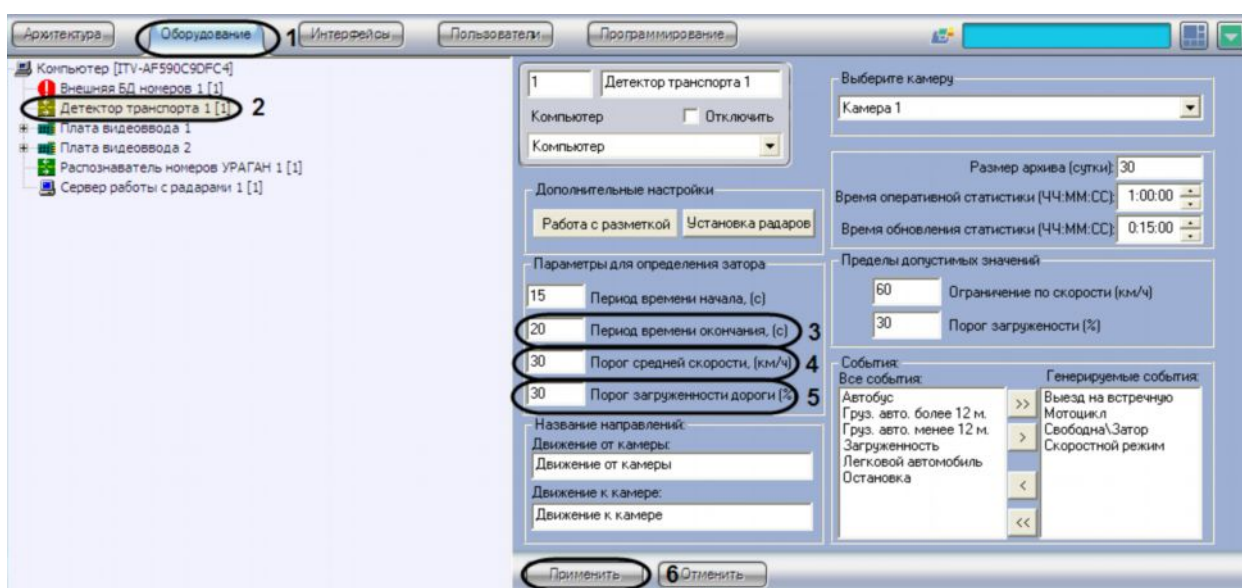

Рис. 7.5.11-1 Указание параметров окончания затора на дороге
1. В диалоговом окне «Настройка системы» перейти на вкладку «Оборудование» (см.Рис. 7.5.11-1, 1).
2. В дереве объектов на вкладке «Оборудование» выбрать объект «Детектор транспорта», соответствующий настраиваемому программному модулю «Детектор транспорта» (см. Рис. 7.5.11, 2). В правой части вкладки «Оборудование» отобразится панель настройки выбранного объекта.
3. Указать период времени, в течение которого должны выполняться условия окончания транспортного затора (см.Рис. 7.5.11-1, 3).
4. Указать среднюю скорость движения транспортного потока. В том случае, если значение средней скорости движения транспортных средств в течение заданного промежутка времени больше указанного в поле «Порог средней скорости, (км/ч)» (см. пункт 3), происходит окончание транспортного затора (см. Рис. 7.5.11-1, 4).
5. Указать процент загруженности дороги. При загруженности дороги ниже указанной в течение заданного промежутка времени (см. пункт 3), происходит окончание транспортного затора (см. Рис. 7.5.11-1, 5).
6. Нажать кнопку «Применить» (см. Рис. 7.5.11-1, 6).